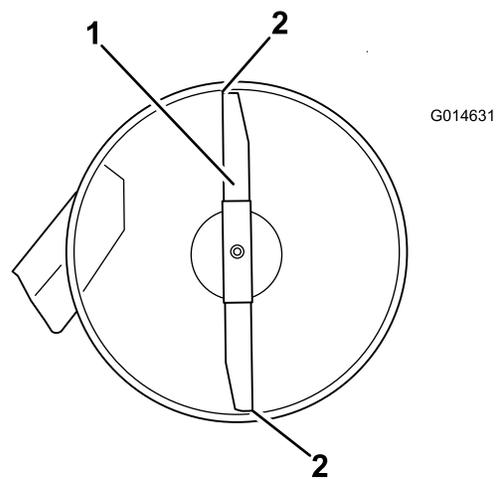
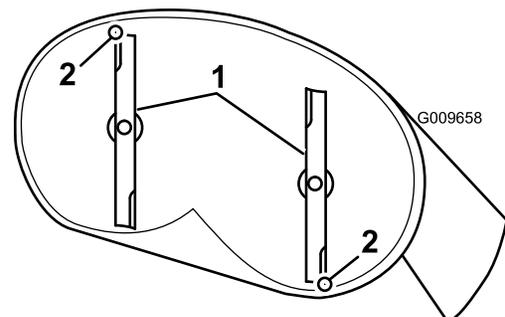

Bild 68
Bild 69
4. Drehen Sie die Messer vorsichtig, sodass sie in Längsrichtung zeigen (Bild 68 und Bild 69).
5. Messen Sie zwischen der Messerspitze vorne und hinten und der flachen Oberfläche (Bild 68 und Bild 69).